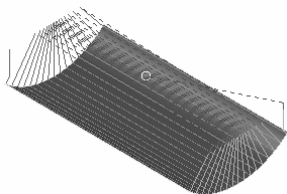

图 2-302 生成的刀具路径
5) 在“平行精加工”对话框中单击“计算”按钮和“接受”按钮，确定参数并退出对话框，生成的刀具路径如图 2-302 所示。
(7) 朝向曲线